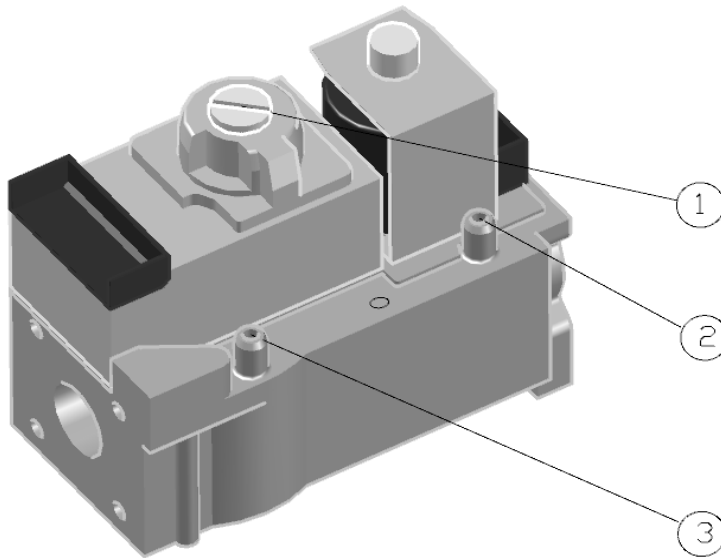

Рис. 25. Регулировка газового клапана.
- выключить редуктор электроклапана (вкрутить регулирующий давление болт до упора по часовой стрелке (рис. 25, позиция.1),